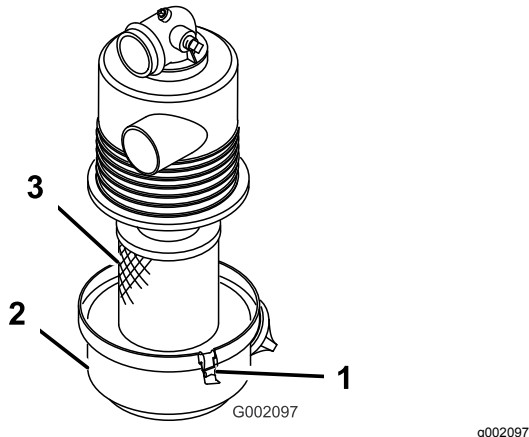

Figura 16
1. Verifique se existe algum dano no corpo do filtro de ar que possa provocar uma fuga de ar. Certifique-se de que a cobertura do filtro de ar se encontra corretamente colocada no respetivo corpo (Figura 16).
2. Liberte os trincos que fixam a cobertura do filtro de ar à respetiva caixa (Figura 16).
3. Separe a cobertura do filtro de ar da caixa e limpe o interior da cobertura (Figura 16).
3. Insira o elemento do filtro de ar na caixa do filtro (Figura 16).
4. Alinhe a cobertura do filtro do ar com a caixa (Figura 16).
5. Prenda a cobertura à caixa com as patilhas (Figura 16).